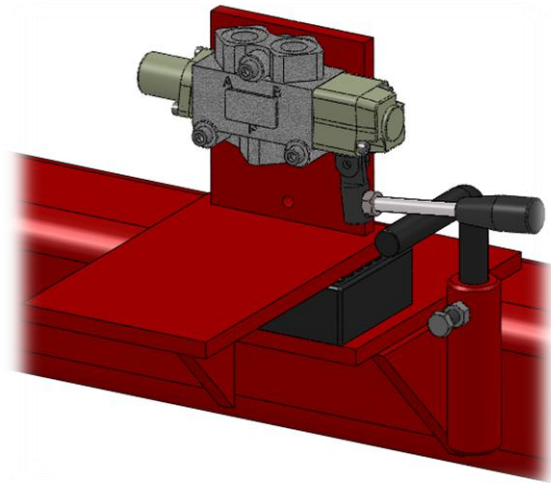

Figure 3.2.3-Limiteur de course/interrupteur hydraulique
Le basculeur/retourneur K75A/K75B/K80/K85 est protégé contre l'ouverture imprévue du cadre supérieur au cours du basculement par un limiteur de course/interrupteur hydraulique. Voir la figure 3.2.3. Au cas où il n'est pas possible de déverrouiller le cadre supérieur en position horizontale, il convient de contrôler si le limiteur de course/interrupteur qui se trouve sur le châssis basculant est effectivement activé. Si ce n'est pas le cas, il convient de le placer le plus haut possible afin qu'il puisse s'enclencher.
2. Dévisser le boulon et le contre-écrou dans le manchon réglable. Voir la figure 3.2.3.